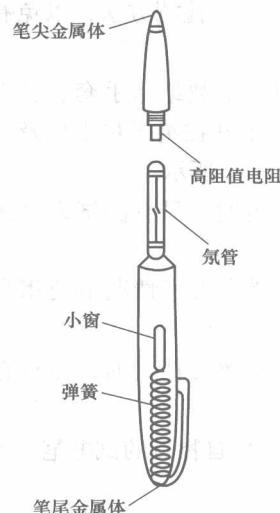

图 1-8 试电笔结构示意
(1) 禁忌随意更换试电笔的组件。试电笔，又称为测电笔、验电笔，简称“电笔”。它是一种电工工作时常用的工具之一，主要功能是测试电线、用电器或电气设备是否带电。普通试电笔由氖管、高阻值电阻、笔尖金属体、笔身、小窗、弹簧和笔尾金属体等组成。氖管主要作用是测量有电时发光，进而说明导线有电。高阻值电阻主要起限流作用。结构示意如图1-8所示。高压验电笔由金属钩、氖管绝缘棒、护环、握柄等组成。实物外形如图1-9所示。